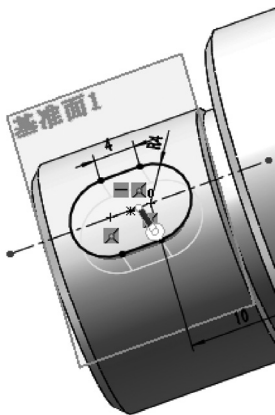

图 8-13 创建键槽
**04** 创建键槽。单击“特征”控制面板中的“拉伸切除”按钮，或选择菜单栏中的“插入”→“切除”→“拉伸”命令，系统弹出“切除-拉伸”属性管理器，设置切除的终止条件为“给定深度”，在“深度”文本框中输入切除深度为 4.00mm，如图 8-13 所示，单击“确定”按钮，完成键槽的创建。